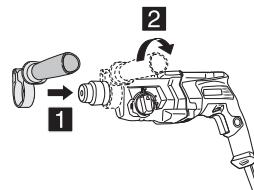

Fig. 18
10. Installing the side handle (Fig. 18)